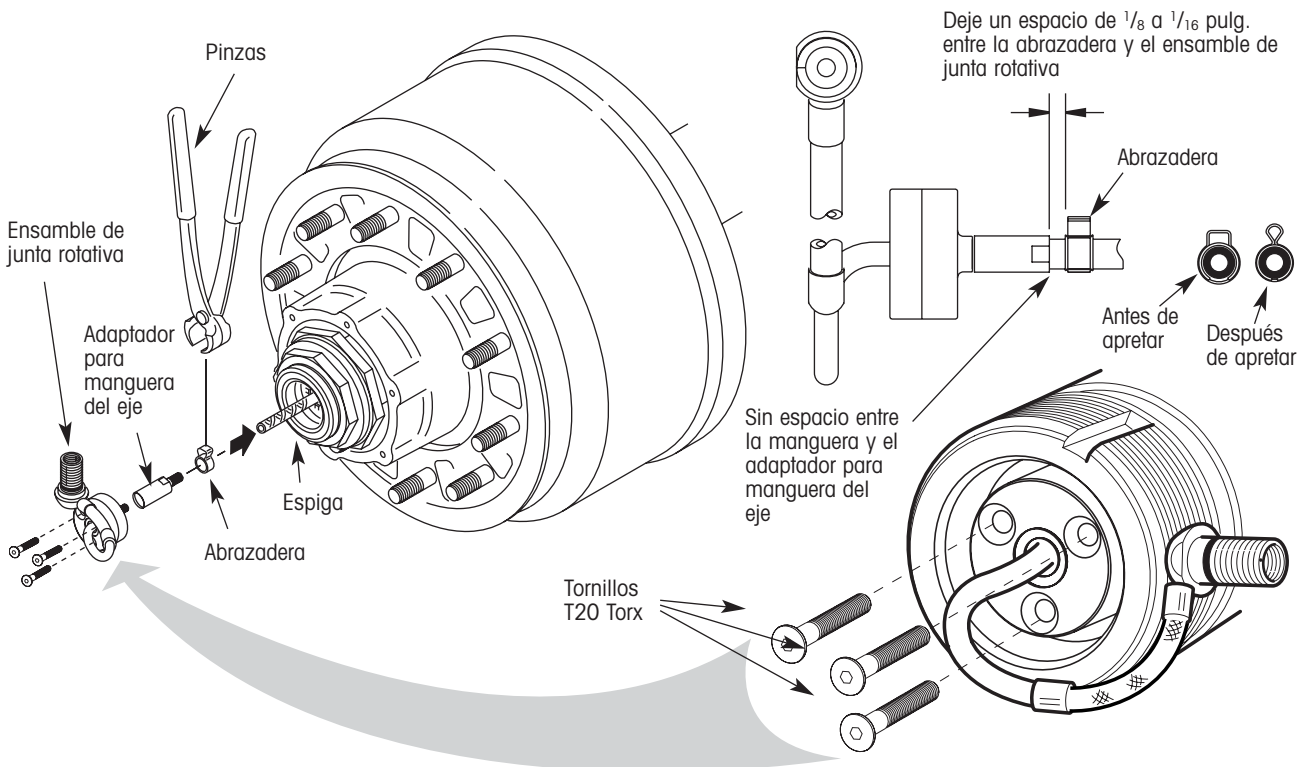

Figura 15. Instalación de la junta rotativa
1. En un lado del eje, coloque la abrazadera en la manguera de metal trenzado que sale del tapón de la espiga (figura 15).
2. Inserte el tubo del adaptador de la manguera del eje en la manguera de metal hasta que la manguera tope en el cuerpo del adaptador. No deberá haber espacio entre la manguera y el adaptador para manguera del eje (figura 15).
3. Coloque la abrazadera encima del tubo del adaptador para manguera del eje. Deje un espacio de $\frac{1}{8}$ a $\frac{1}{16}$ pulgadas entre la abrazadera y el adaptador para manguera del eje como se muestra en la figura 15. Usando las pinzas (Oetiker®), aplaste la abrazadera para sujetar la manguera al adaptador para manguera del eje. Las superficies internas de la abrazadera deberán tocarse para alcanzar un sellado apropiado (figura 15). Continúe con el paso 4.
- Inserte los tres tornillos T20 Torx en la junta rotativa y apriételos al tapón de la espiga (figura 15). Apriete los tornillos a 45 ±5 lbs-pulg. (5 ±½ N•m) de torque.